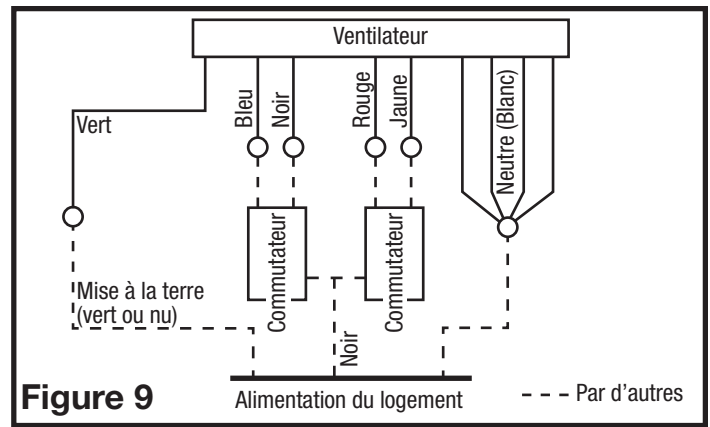

Figure 9
3. Connecter le fil blanc de la résidence vers les quatre fils blanc du ventilateur. Connecter un fil vivant (noir) de l'interrupteur mural vers le fil noir du ventilateur (celui-ci pour le contrôle du ventilateur). Connecter le second fil vivant (rouge) de l'interrupteur mural vers le fil rouge du ventilateur (celui-ci pour le contrôle du chauffage). Connecter le troisième fil vivant (bleu) de l'interrupteur mural vers le fil bleu du ventilateur (celui-ci pour le contrôle de la lampe principale). Connecter le quatrième fil vivant (jaune) de l'interrupteur mural au fil jaune de l'interrupteur mural au fil jaune du ventilateur (contrôle de la lampe de nuit). Connecter le fil de mise à la terre de la résidence au fil vert du ventilateur (**Figure 9**). Utiliser des méthodes approuvées pour toutes les connexions.